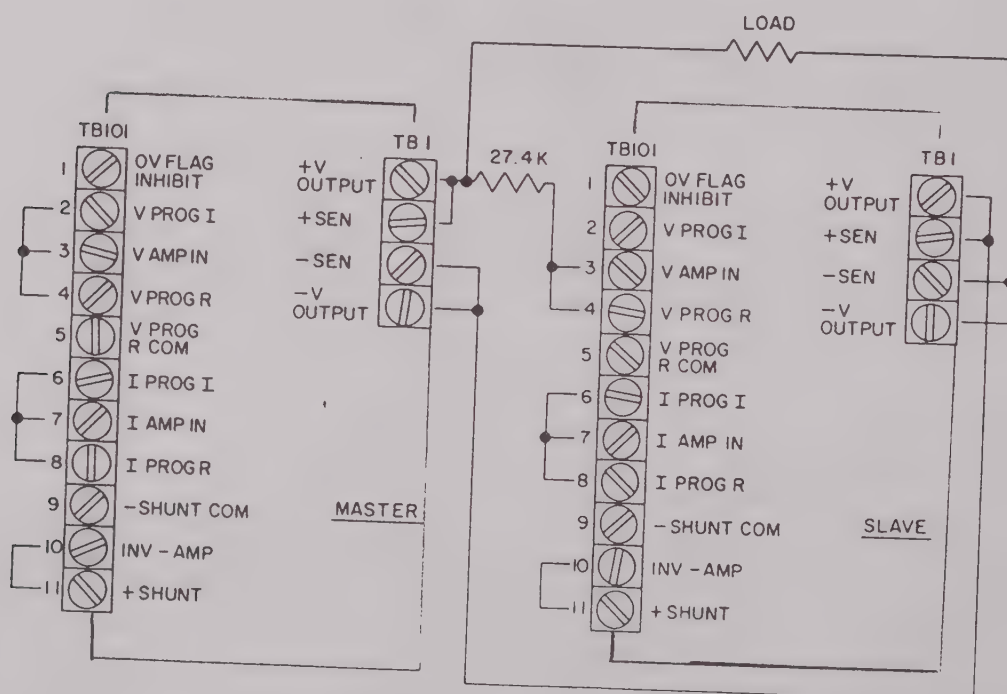

FIG 6
2.4.5.1 SERIES OPERATION - MASTER/SLAVE (Fig. 6)
(see fig. 6)